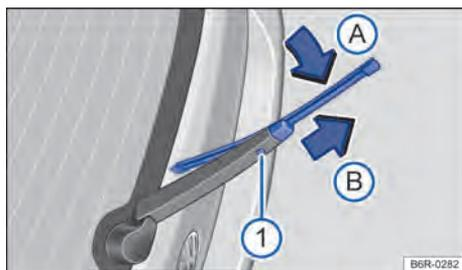

Fig. 208 Cambio de la escobilla limpiacristales de la luneta.
- Mantenga presionada la tecla de desbloqueo → fig. 208 ❶.
- Doble la escobilla en dirección al brazo del limpiacristales → fig. 208 (flecha A) y retírela al mismo tiempo en el sentido de la flecha B. Es probable que tenga que emplear bastante fuerza.
- Inserte una escobilla nueva de la **misma longitud y tipo** en el brazo del limpiacristales en el sentido contrario al de la flecha → fig. 208 B hasta que encastre. Para ello la escobilla debe estar doblada → fig. 208 (flecha A).